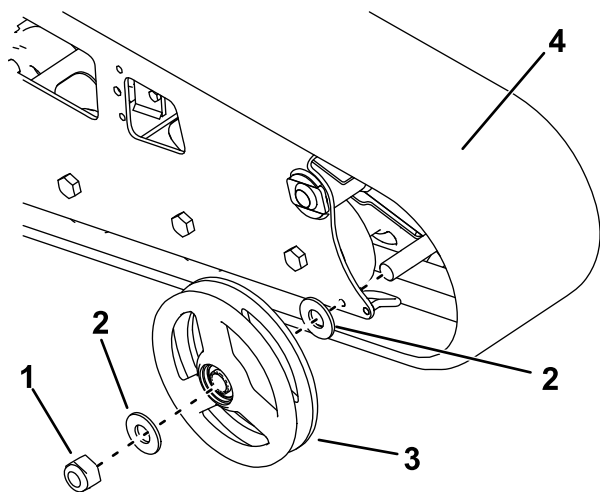

Figure 66
- Retirez l'écrou de fixation de la roue avant extérieure et déposez la roue (Figure 66).
- Déposez la chenille (Figure 66).
- Retirez les 2 grandes rondelles des roues extérieures (1 de chaque côté de chaque roue) (Figure 66).
- Posez la chenille neuve (Figure 66).
- Posez la roue avant extérieure et fixez-la avec l'écrou retiré précédemment (Figure 66).